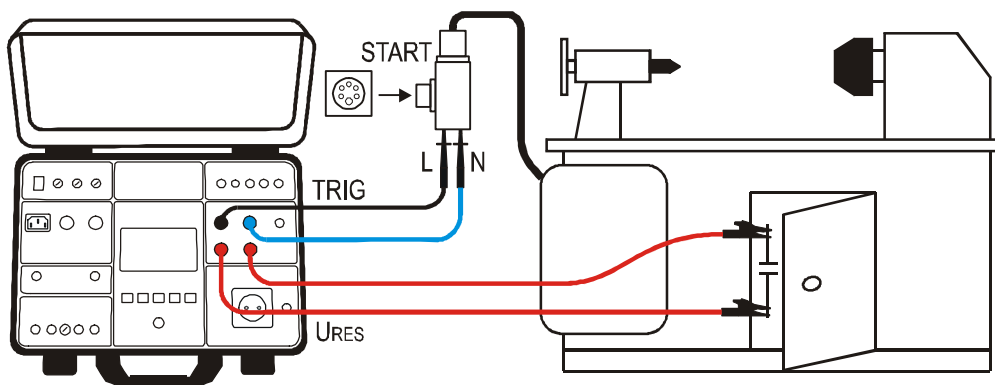
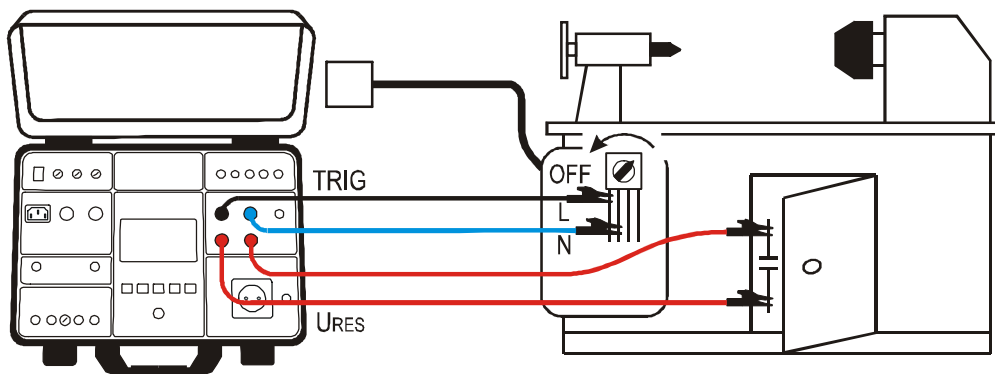

Abb. 33: Anschluss der Messleitungen für die URES INT Messung an verbundenen 1P/3P Maschinen
Abb. 34: Anschluss der Messleitungen für die URES INT Messung an fest-verbundenen Maschinen
- 7) Die Meldung FERTIG, UUT ABTRENNEN erscheint, wenn UTRIG Spannung im vorgeschriebenen Bereich  $100 \div 460$  VAC vorhanden ist. Trennen Sie den UUT (Prüfling unter Test) ab und führen Sie die Messung durch. Beim Trennen des UUTs, so wie in der Abb. 33 gezeigt ist, trennen Sie diesen z.B. über einen-geeigneten Adapter (Doppelstecker) von der Netzversorgung. Bei der Trennung des UUTs vom Netz, so wie in der Abb. 34 gezeigt, schalten Sie den Netzschalter aus.